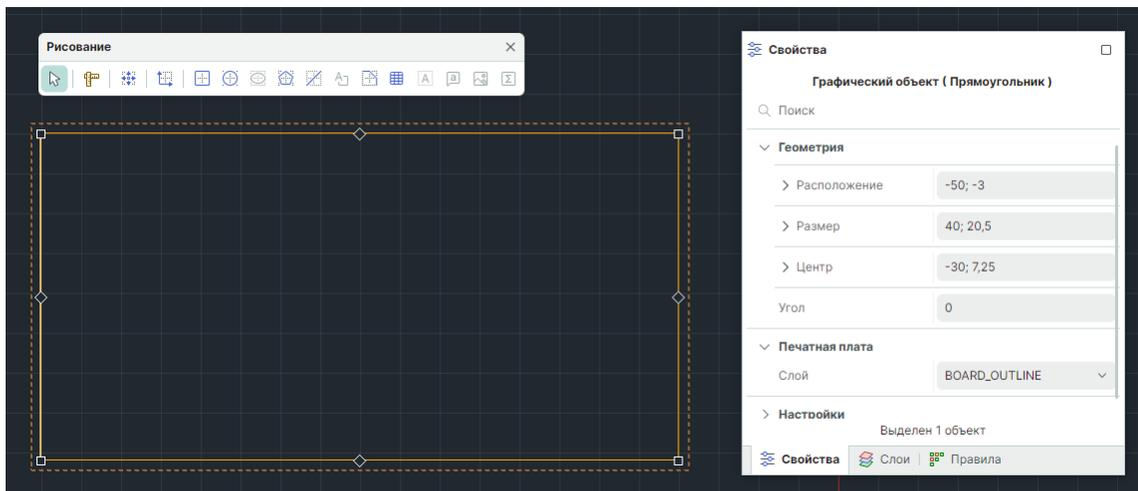

Рис. 126 Создание границ платы графическими инструментами
2. Постройте замкнутый контур, используя инструменты графического редактора, см. Рис. 126.